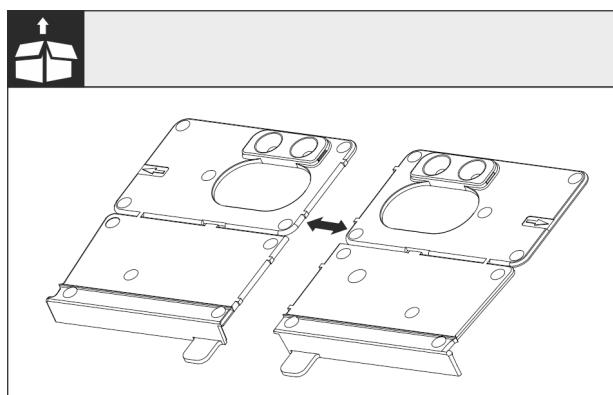

Fig. 27
- ▶ Отделите дно монтажного угла Fig. 27 Ⓛ на перфорации.